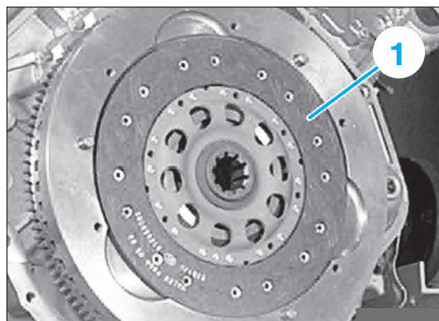

FIG. 4
• Déposer le disque d'embrayage (1) du volant moteur (Fig.4).